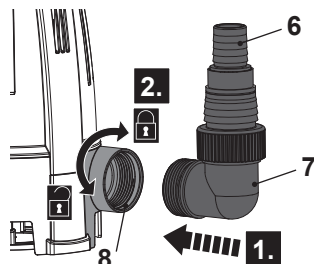

Fig. 2
2. Alinear y atornillar el adaptador (7) en el sentido de las agujas del reloj a la boquilla de salida (8) (Fig. 2) Ajustar bien.